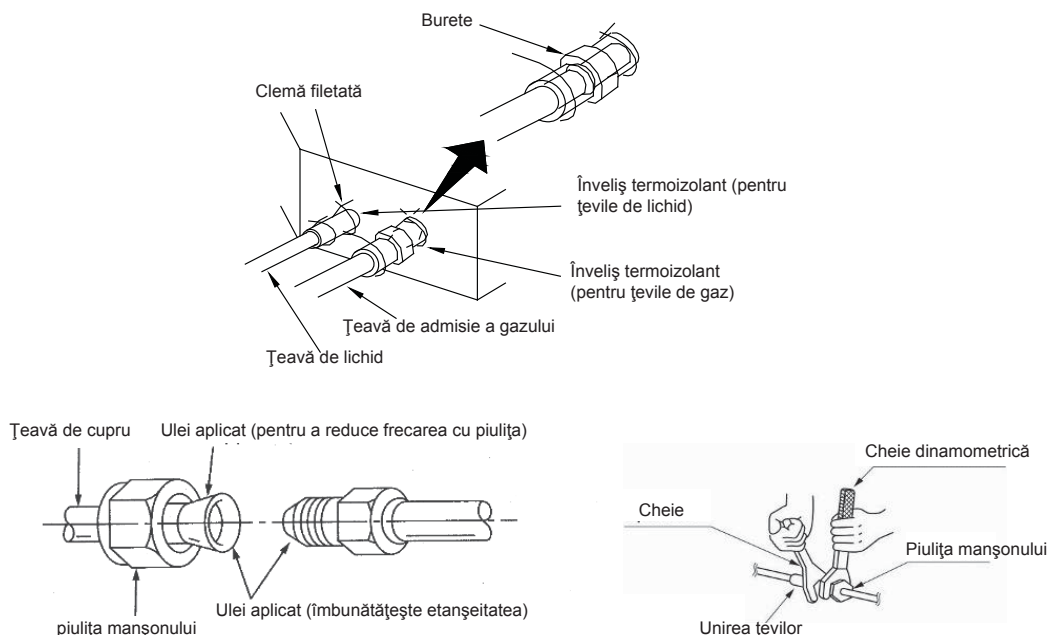

Fig.15
- (2). Nu îndoiiți țeava la un unghi mai mare de 90° .
- (3). Atunci când țevile sunt îndoite sau întinse în mod repetat este dificil să le mai îndoim sau să le întindem. Nu îndoiiți sau întindeți țevile mai mult de trei ori.
- (4). Atunci când îndoiiți țeava, nu o îndoiiți așa cum este. Țeava se va rupe. În acest caz, tăiați țeava de izolare a căldurii cu un cuțit ascuțit așa cum este prezentat în Fig. 15, și îndoiiți-o după expunerea țevii. După ce îndoiiți țeava în forma dorită, asigurați-vă că puneți țeava termoizolantă înapoi pe țeavă, și fixați-o cu bandă adezivă
Atunci când conectăm țeava la unitate sau când o decuplăm de la unitate, vă rugăm să utilizați atât cheia de piulițe cât și cheia dinamometrică. (Fig. 15)
Examinați țeava de conexiune ca să vedeți dacă are scurgeri, apoi faceți termoizolarea așa cum se prezintă în Fig. 15.